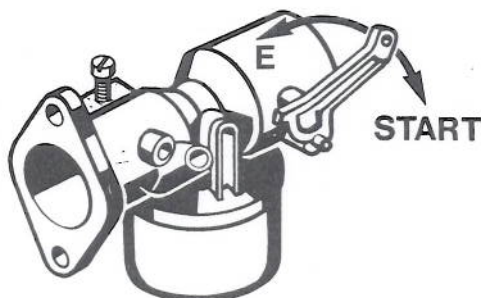

Fig. 2
2. a) Le moteur étant froid: placer le choke du carburateur en position "Start" (voir fig. 2).
- b) Le moteur étant chaud: laisser le choke du carburateur dans la position de marche (E, fig. 2).